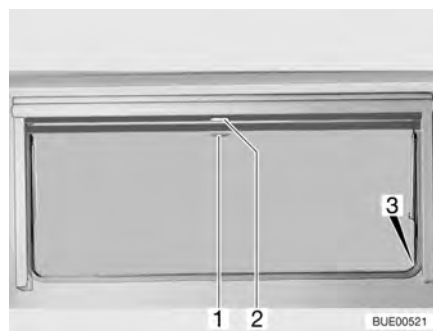

Fig. 66 Finestra apribile
- Tirare verso il basso l'oscurante a rullo accompagnandolo con la maniglia (Fig. 66,2). Quando si chiude completamente l'oscurante a rullo esso va agganciato da entrambi i lati al telaio della finestra nell'apposito elemento di fissaggio (Fig. 66,3).
- Quando l'oscurante a rullo è completamente chiuso: Spingere la maniglia (Fig. 66,2) verso il basso tirandola leggermente verso l'interno. Sganciare l'oscurante a rullo dagli elementi di fissaggio a destra e a sinistra del telaio della finestra.
- Quando l'oscurante a rullo si trova in posizione intermedia: Tirare la maniglia (Fig. 66,2) leggermente verso il basso finché l'elemento di fissaggio non si è sganciato.
- Tirare la maniglia (Fig. 66,1) della zanzariera a rullo verso il basso e agganciarla all'elemento di fissaggio (Fig. 66,3) su entrambi i lati del telaio della finestra.
- Spingere la maniglia (Fig. 66,1) verso il basso tirandola leggermente verso l'interno. Sganciare la zanzariera a rullo dagli elementi di fissaggio a destra e a sinistra del telaio della finestra.